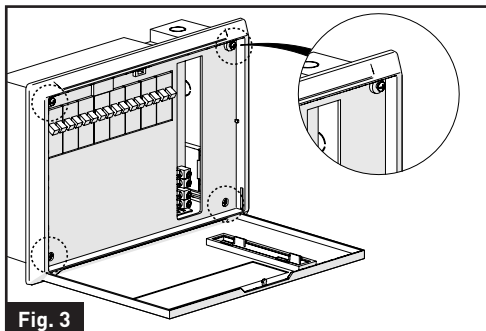

Fig. 3
4. Afloje los tornillos que sujetan la carcasa en las cuatro esquinas con un destornillador Phillips. (Fig. 3)